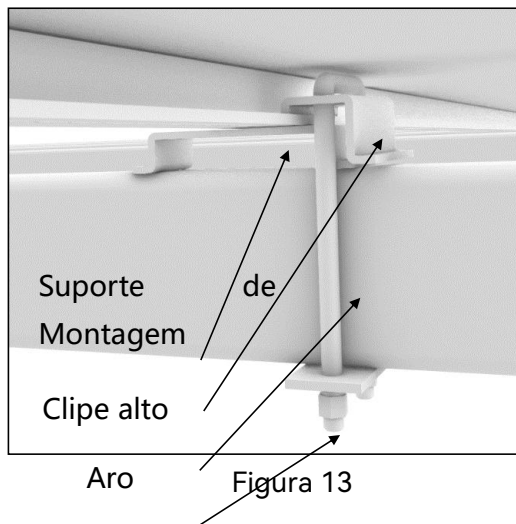
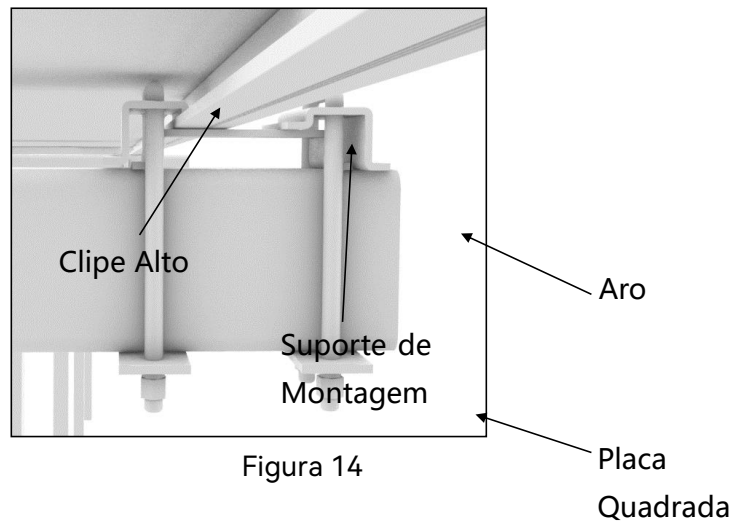

Figura 13
Figura 14
- 4 **Placa quadrada** Instale o conjunto de encaixe de suporte do lado esquerdo abaixo do produto (Figura 13). Coloque os conjuntos de fixação inferiores na ranhura da estrutura do produto e coloque a placa quadrada na abertura do bastidor. Aperte a porca para fixar o conjunto na madre. Da mesma forma, instale o conjunto de acessórios de suporte do lado direito (Figura 14). Neste ponto, o primeiro produto foi instalado.